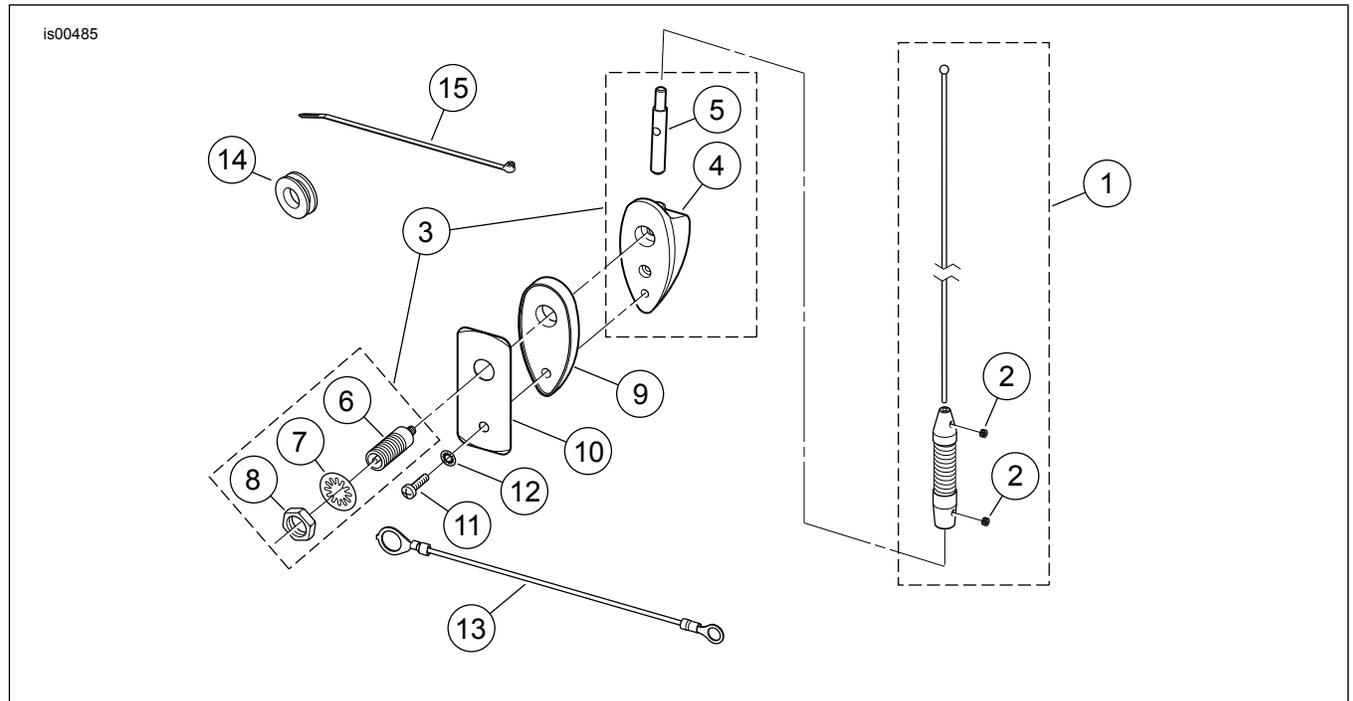

Figure 4. Pièces détachées : antenne AM/FM montée sur coffre Tour-Pak
Voir la Figure 4 et le Tableau 1.
1. Voir la Figure 4. Prendre l'ensemble de base d'antenne (3) du kit. Retirer l'écrou hexagonal (8) et la rondelle-frein dentée intérieure (7) de l'ensemble de bouchon (6) sur la base.
2. Monter le joint de base (9) sur la base d'antenne.
3. Avec le goujon de mât d'antenne (5) orienté vers le **haut**, placer l'ensemble de la base sur les trous percés précédemment dans la paroi arrière extérieure du coffre Tour-Pak. S'assurer que l'ensemble de bouchon (6) traverse le gros trou (de dessus).
4. Mettre la plaque de renforcement d'antenne (10) en position à l'intérieur du coffre Tour-Pak. Prendre le câble de masse (13) du kit et placer la grande borne circulaire sur l'ensemble de bouchon. Utiliser l'écrou hexagonal (8) et la rondelle-frein (7) pour attacher le câble de masse à l'ensemble de bouchon, mais ne pas serrer complètement pour le moment.
6. Installer la vis TORX® (11) et la petite rondelle-frein (12) dans le petit trou (du bas) de la plaque de renforcement d'antenne dans la base de l'antenne. Bien serrer la vis. Bien serrer l'écrou hexagonal.
7. Visser l'ensemble de mât d'antenne (1) sur l'adaptateur de base d'antenne (5) et utiliser une clé hexagonale de 2 mm pour bien serrer la vis de pression en bas de l'ensemble de mât pour l'immobiliser.